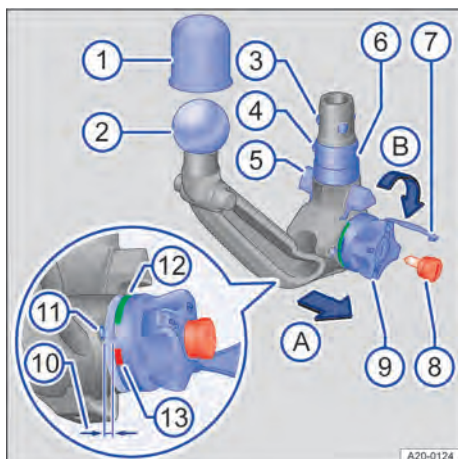

Abb. 160 Übersicht: Abnehmbare Anhängerkupplung.
4. Schlossabdeckung → Abb. 160 ⑦ vom Schloss am Handrad abnehmen.
5. Schlüssel → Abb. 160 ⑧ in das Schloss stecken und gegen den Uhrzeigersinn drehen.
6. Anhängerkupplung → Abb. 160 ② mit einer Hand festhalten → ⚠.
7. Mit der anderen Hand das Handrad → Abb. 160 ⑨ in Pfeilrichtung A herausziehen und in dieser Stellung festhalten.
8. Handrad → Abb. 160 ⑨ bis zum Anschlag in Pfeilrichtung B drehen.
9. Handrad → Abb. 160 ⑨ in dieser Stellung festhalten und die Anhängerkupplung ② aus der Aufnahme nach unten herausführen. Anhängerkupplung rastet ein und ist vorgespannt.
2. Mit der anderen Hand das Handrad → Abb. 160 ⑨ in Pfeilrichtung B bis zum Anschlag drehen.
3. Kugel → Abb. 160 ④ eindrücken.
4. Das Handrad → Abb. 160 ⑨ gegen den Uhrzeigersinn zurückdrehen.
5. Kugel → Abb. 160 ④ loslassen. Das Handrad steht nicht mehr von der Anhängerkupplung ab. Die Anhängerkupplung ist nun entspannt.
6. Schlüssel → Abb. 160 ⑧ im Uhrzeigersinn drehen und abziehen. Schlüssel in der Staubox unterbringen.
7. Schlossabdeckung → Abb. 160 ⑦ schließen.